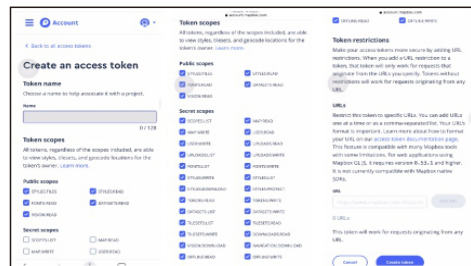

Figure 4
2.5 Saisissez le nom du jeton et sélectionnez les portées d'application, puis cliquez sur « créer un jeton ». (Voir Figure 4)